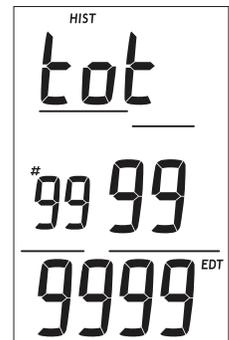

Fig. 43 - ÉCRAN HISTORY 1
**Écran History 1** : paramètres affichés (Fig. 43)